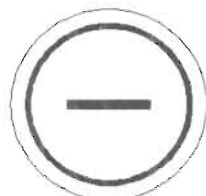

图 9-96
(7) 将字符“—”移到圆环的正中心位置, 最终效果如图 9-96 所示。